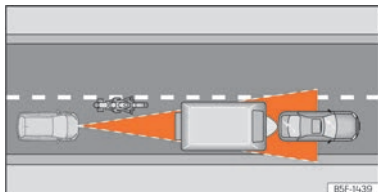

Abb. 121 Vorausfahrender Motorradfahrer außerhalb des Erfassungsbereichs des Radarsensors.
- Versetzt fahrende Fahrzeuge oder Fahrzeuge, die außerhalb des Erkennungsbereichs des Sensors fahren, z. B. Motorräder »» (Abb. 121).